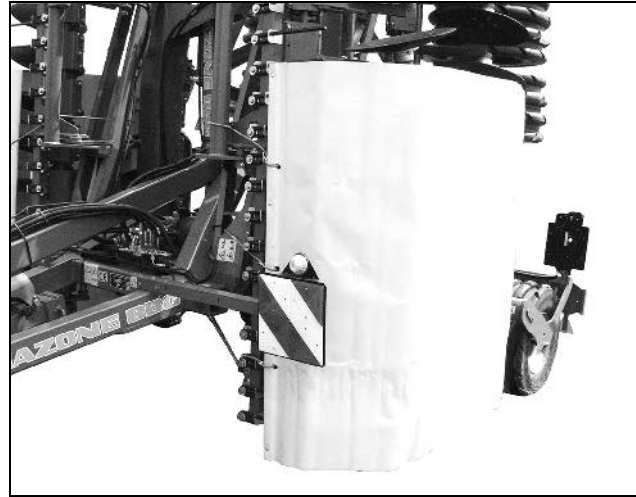
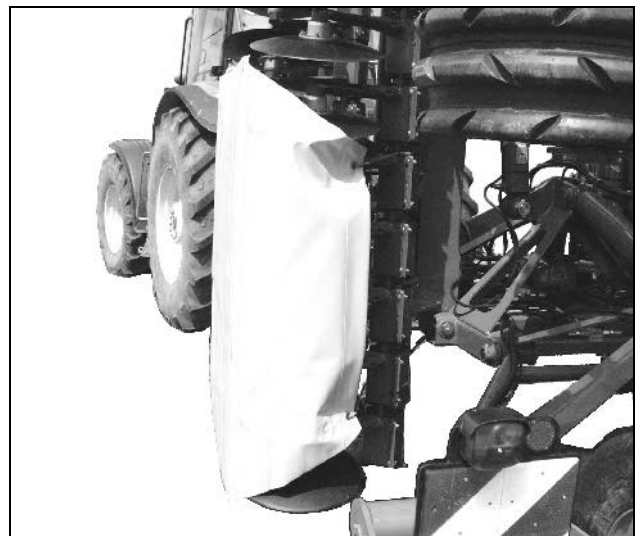

Fig. 24
Fig. 25
- Aseta kuomut kiekkosarjojen ympärille ja kiinnitä ne liinoilla. (edessä 3 liinaa (Fig. 24) / takana 2 liinaa (Fig. 25).